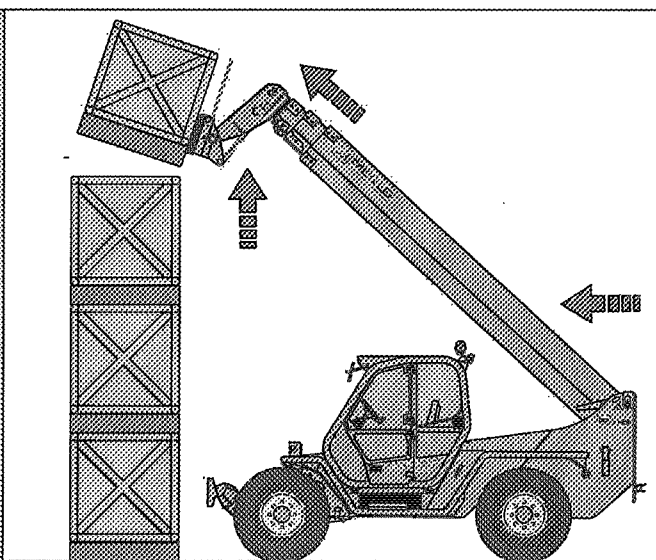
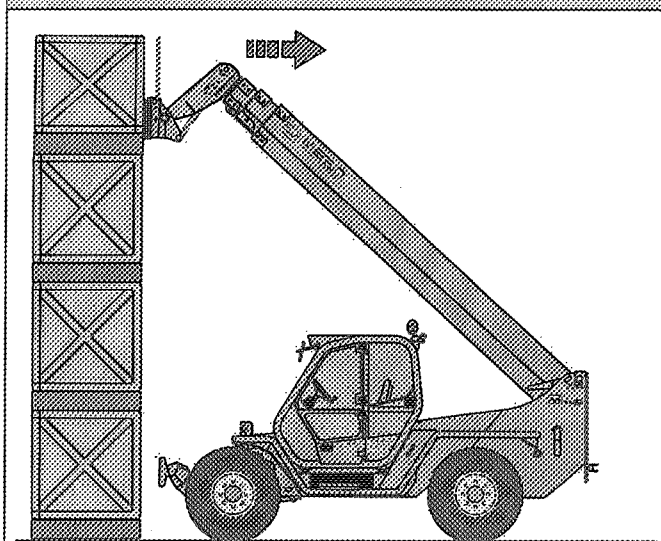

Fig.13
Fig.14
- elevar y extender el brazo telescópico hasta que la carga se encuentre fuera de la pila; si fuera necesario desplazar también la máquina pero con suma prudencia. (Fig.13)
- poner el selector del mando del cambio (19) y el selector del sentido de marcha (20) en posición "N"
- poner las horquillas en horizontal y posar correctamente la carga en la pila, bajando y recogiendo el brazo telescópico (Fig.14)